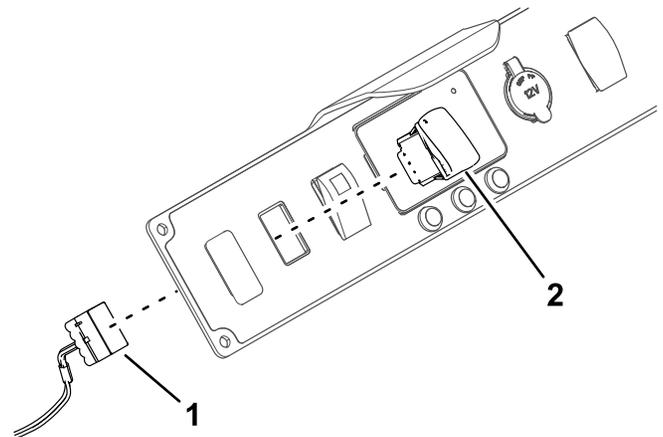

Figura 12
- 10. Retire el segundo tapón de la placa de la consola e instale el interruptor (Figura 12). Conecte el arnés de cables al interruptor.